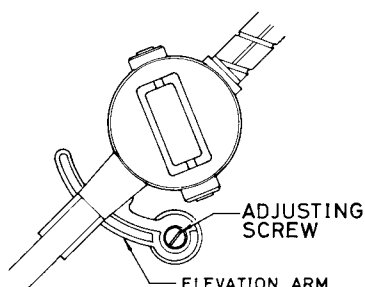

Fig. 1
2. Maintaining this state, rotate the adjusting screw (Fig. 1) so that distance between stylus tip and disk surface is about 8mm: turn the screw counterclockwise to raise the position of stylus tip, and clockwise to lower it.
2. Conserver l'ensemble des organes dans cette position, tourner la vis de réglage (Fig. 1) pour que l'écartement entre l'extrémité de la pointe de lecture et la surface du disque corresponde approximativement à 8mm; tourner la vis dans le sens horaire opposé pour relever la position de l'extrémité de la pointe de lecture et agir dans le sens horaire pour l'abaisser.